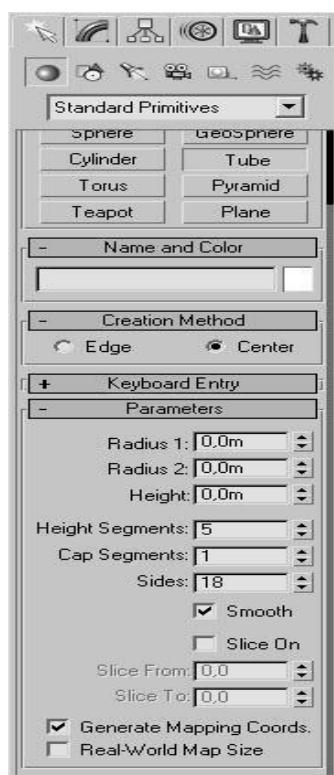

Рисунок 49. Командная панель
*Настройка объектов.* Каждый отдельный объект имеет свои размерные параметры, которые определяют форму. Данные параметры находятся в нижней части командной панели на вкладке Create (Рисунок 49). Сняв выделение с объекта, то параметры отображаться не будут. Всегда сохраняется возможность из изменения, для этого следует выбрать объект и перейти на вкладку Modify (Изменение) командной панели.